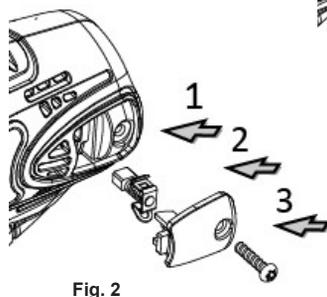

Fig. 2
- Sostituire due nuove spazzole di carbonio su entrambi i lati, destro e sinistro (vedere fig. 2, passaggio 1).
- D. Utilizzare un cacciavite per serrare la vite del coperchio posteriore dell'alloggiamento (vedere fig. 2, passaggi 2 e 3).